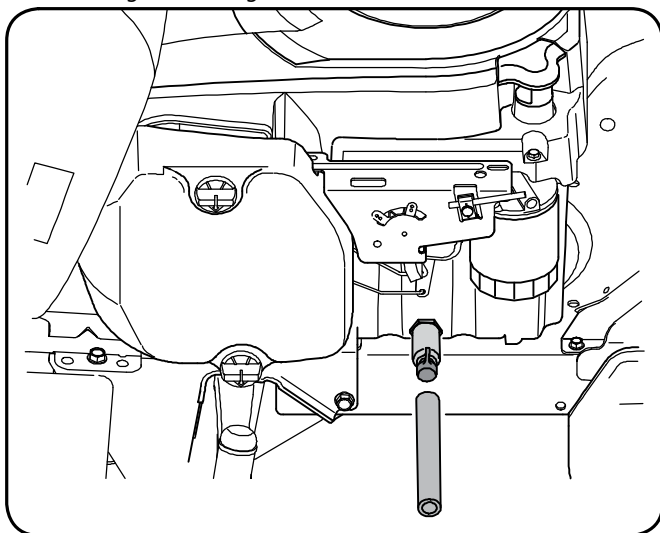

Figure 6-1
3. Soulevez le capuchon de protection à l'extrémité de la soupape de vidange de l'huile pour exposer l'orifice de vidange. Voir la Figure 6-1.